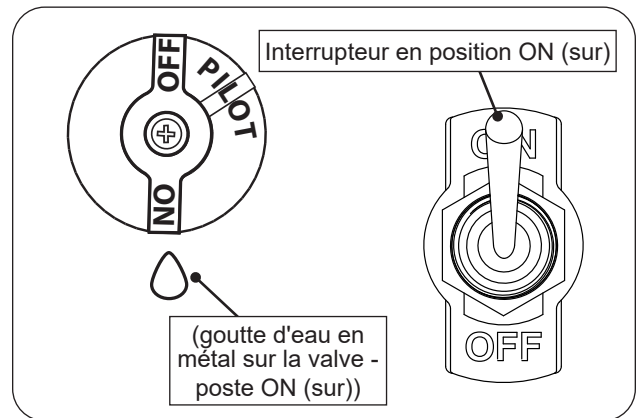

Fig. 56-1 Manual lighting
1. Assurez-vous que la veilleuse brûle. Tournez le bouton de commande dans le sens antihoraire ↻ sur **ON** (sur) (voir Fig. 56-1).
2. Basculez l'interrupteur à bascule sur **ON** (sur) pour allumer le brûleur (voir Fig. 56-1).